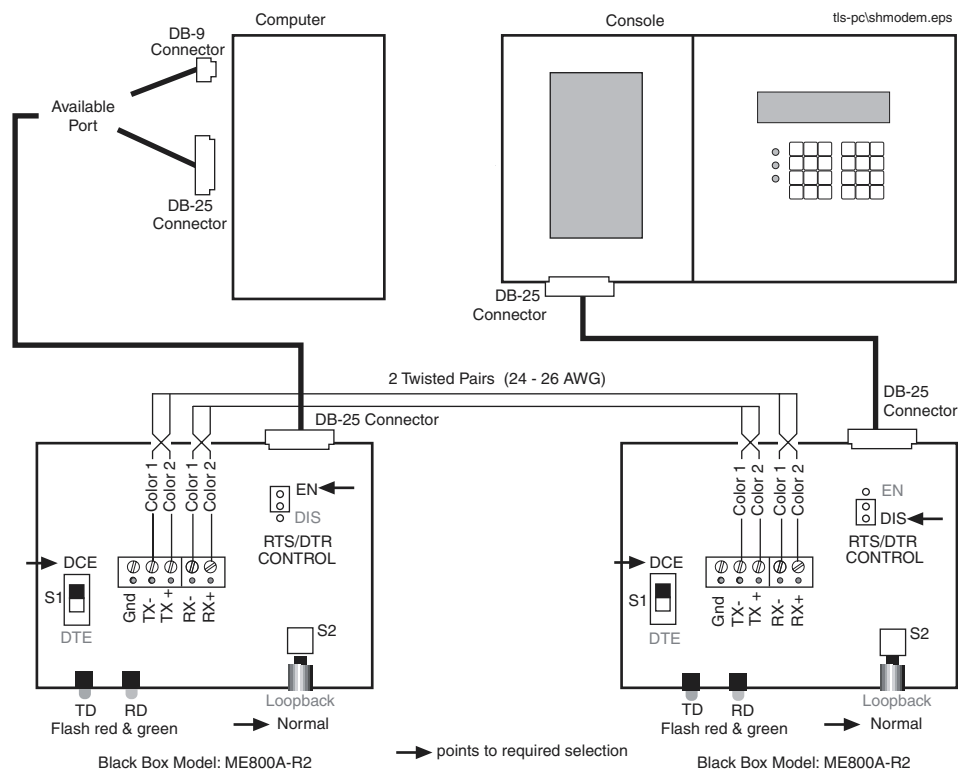

Figura 1. Para conectar una consola TLS a una PC via de módems de corta distancia
Para extensiones de cable superiores a 50 pies (15,20 m) recomendamos el uso de un módem asíncrono de corta distancia, Black Box modelo ME800A [consulte la Figura 1 na página 3]; o equivalente. Puede entrar en contacto con Black Box en P.O. Box 12800, Pittsburgh, PA 15241 U.S.A.; teléfono: (724) 746-5500; fax: (724) 746-0746; o en la dirección de Internet <http://www.blackbox.com>.